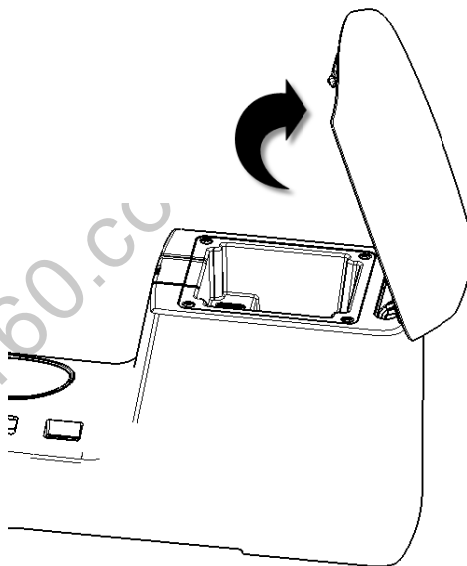

图1.6.9 后置物盒本体拆卸、USB安装板的拆卸a
- a) 打开扶手至直立状态，取出后置物盒中放置的物品，并断开所有与USB接口连接的电器原件，使USB安装板完全可见。如图1.6.9所示；